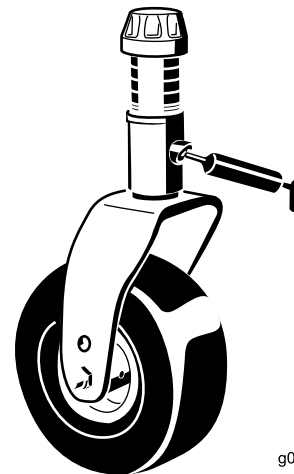

Figura 79
- 2 boccole dell'albero della forcella della ruota orientabile (Figura 79)